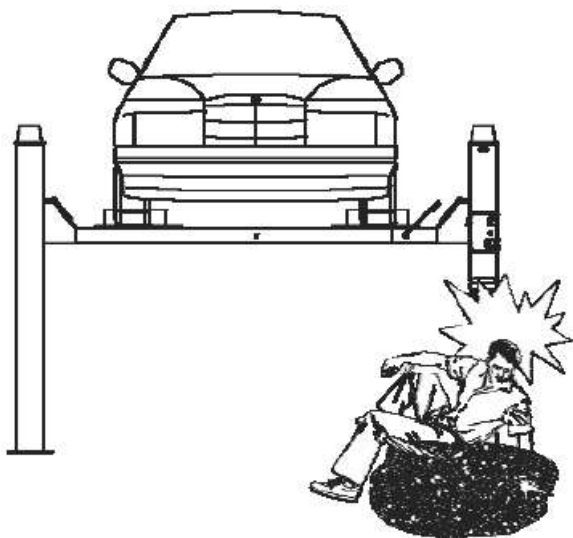

Рис.27
**Риск подкальзывания** вызывается загрязнением пола вокруг подъемника смазочными материалами. Зона под подъемником и в непосредственной близости от него, также как и платформы, должны сохраняться в чистоте. Немедленно удаляйте любое пролитое масло. Рис.27